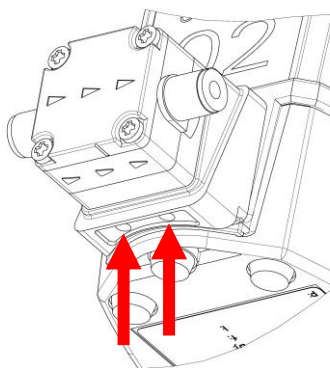

Fig. 1: Ausflussöffnung
- Abflussöffnung (siehe Fig. 1) nie verschliessen
Die Sicherheitsmembrane verhindert, im Falle eines Bruches der Fördermembrane, das Eindringen des Fördermediums in die Pumpe. Bricht die Fördermembrane wird das Fördermedium über die Abflussöffnung (siehe Fig. 1) aus der Pumpe geführt.